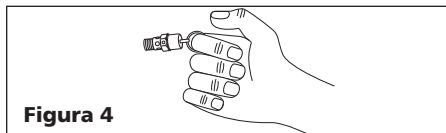

Figura 4
- Usando gafas de protección, tire del anillo de la válvula de seguridad (vea las Figura 4) para liberar la presión del tanque del compresor. Use su otra mano para desviar el aire que se mueve a gran velocidad y evitar que le dé en el rostro.
- Hale el anillo de la válvula de seguridad y deje que calce en su posición normal (Figura 4).